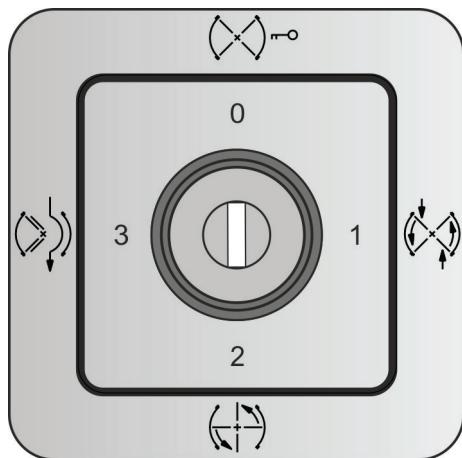

Рис. 54 Переключатель программ
- Убедиться в том, что переключатель программ установлен в положение «Off» (Выключено) (рис. 54).